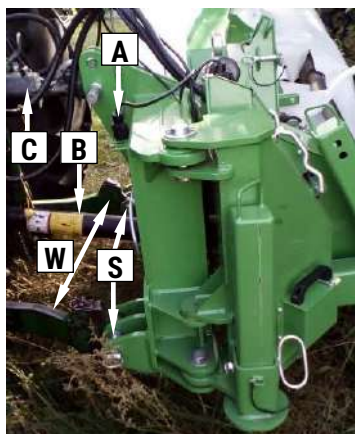

Рис. 11. Косилка подключена к трактору
Косилку следует соединять с трактором при помощи 3-точечной системы подвески (Рис. 11), которая приспособлена для подключения тракторов с трехточечной системой подвески категории II и III.
- во время установки мин/макс высоты на нижних тягах трактора обратить особое внимание на приводной вал **B** (**Рис. 11**) соединяющий косилку с ВОМ трактора. Слишком низкое положение или слишком высокий подъем косилки может привести к повреждению шарнирно-телескопического вала.
Во время установки мин/макс. высоты на нижних тягах трактора обратить особое внимание на приводной вал **B** (Рис. 11) соединяющий косилку с ВОМ трактора. Слишком низкая позиция или слишком высокий подъем косилки может привести к повреждению шарнирно-телескопического вала.
- верхней тягой **C** (**Рис. 11**) ановить требуемую высоту кошения. Удлинение тяги **C** увеличивает высоту кошения, а сокращение уменьшает высоту кошения. Оптимальное положение режущего бруса по отношению к поверхности составляет от 0° до 3° (смотри рисунок на титульной странице),